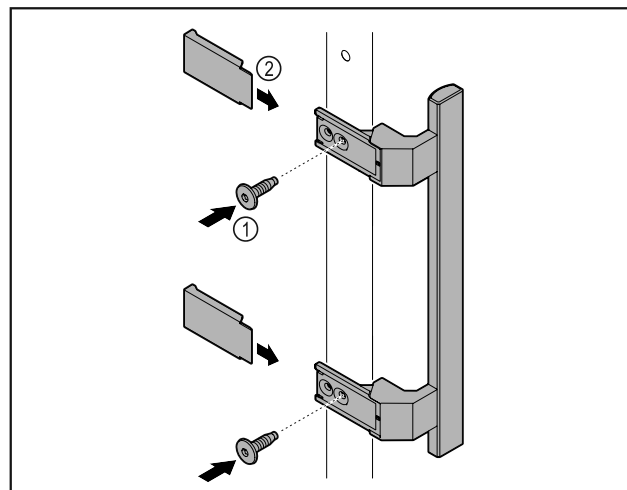

Fig. 5
- Ручку з комплекту додаткового обладнання з доданими гвинтами Fig. 5 (1) розмістити на дверях.
- Встановити кришку Fig. 5 (2).